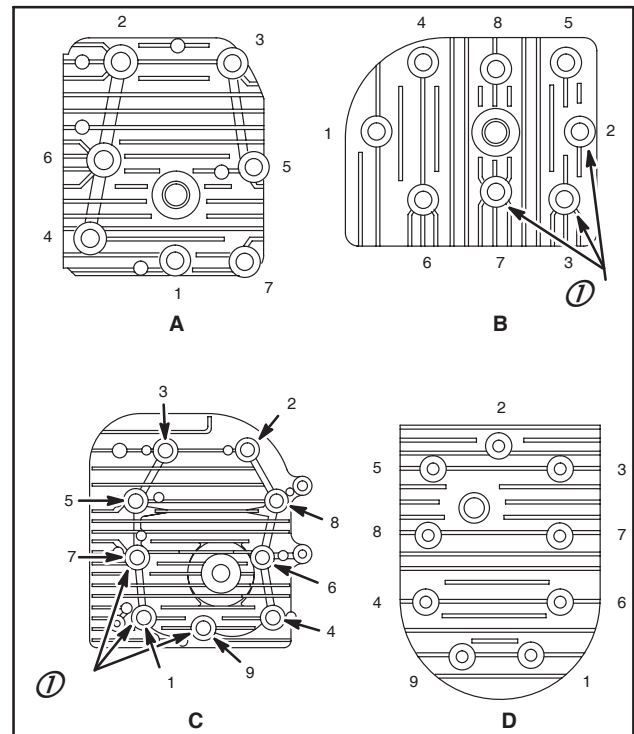

Fig. 4
Noter la position de chaque vis de culasse pendant la dépose pour garantir un remontage correct. Des vis mal placées peuvent s'avérer trop courtes et donc ne pas visser à fond, ou trop longues et toucher une ailette, avec le risque de la casser. Position des vis longues (1), Fig. 4.
Ne pas appliquer de produit d'étanchéité, quel qu'il soit, sur le joint. Placer les vis et les serrer au contact. Puis utiliser une clé dynamométrique pour les serrer au couple spécifié dans le Tableau No. 2, page 11, dans l'ordre indiqué, Fig. 4.